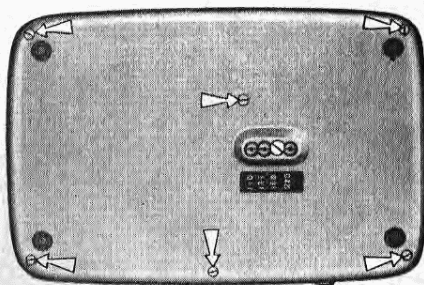

Fig. 1
**Per aprire il mobiletto**, dopo aver distaccato da esso tutti i cordoni eventualmente inseriti e tolto la vite del cambio-tensioni, occorre svitare e togliere le sei viti poste sul fondo dell'apparecchio (fig. 1); si rimuoverà così il fondo stesso.